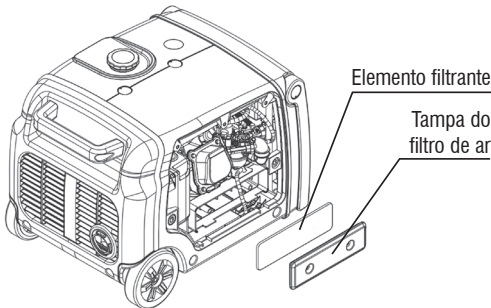

Fig. 24 – Limpeza do elemento filtrante
2. Solte os parafusos da tampa do filtro de ar e retire a tampa (fig. 24);